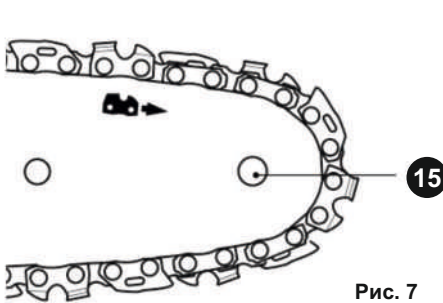

Рис. 7
8. Направление движения цепи обозначено стрелкой (Рис. 7). Убедитесь, что цепь правильно установлена относительно отверстия (15) шины (13).